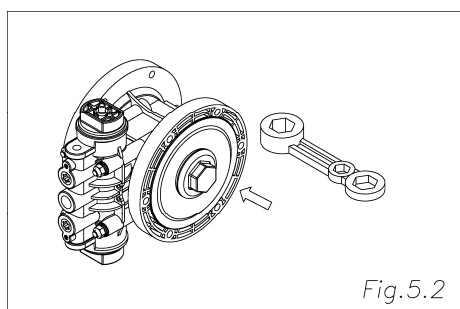

Fig.5.2
- ・PP レンチ（専用工具：部品番号 771868）を 2 個使用してセンターディスクを取り外す。[Fig.5.2]
- ・どちらか一方のセンターディスク（外側）が外れたところでダイアフラム、センターディスク（内側）を取り外し、反対側のセンターディスク、ダイアフラム、センターロッドを本体から取り出す。[Fig.5.2]